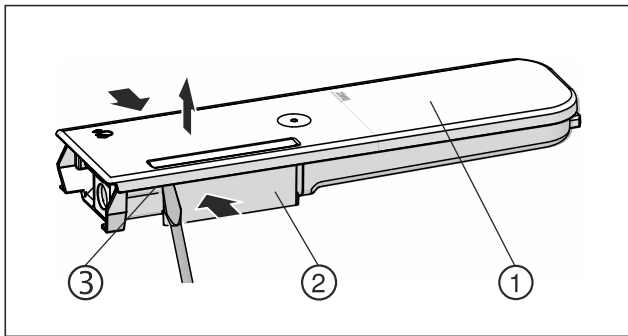

Fig. 153
- ▶ Стиснете резервоара за вода Fig. 153 (2) и внимателно откачете и изтеглете нагоре капака Fig. 153 (1) над фиксиращите палци Fig. 153 (3).
- ▶ Раздвижете капака Fig. 153 (1) леко напред-назад и го свалете нагоре.